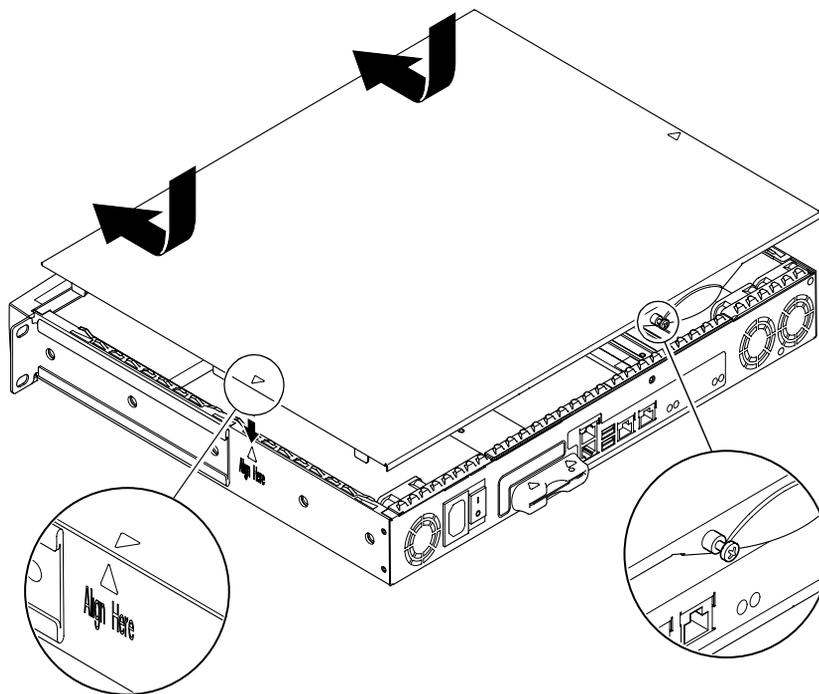

РИС. 8-4 Установка верхней крышки
6. Поставьте на место крышку сервера и затяните фиксирующий винт (см. РИС. 8-4).
**6. Поставьте на место верхнюю крышку и затяните фиксирующий винт (см. РИС. 8-4).**